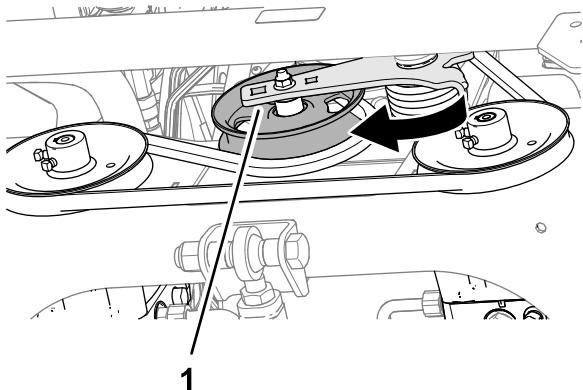

Figure 90
2. En bas à l'avant du moteur, insérez une clé à douille ou une poignée articulée dans le bras de la poulie de tension, et déplacez le support vers le haut pour détendre la courroie (Figure 90).